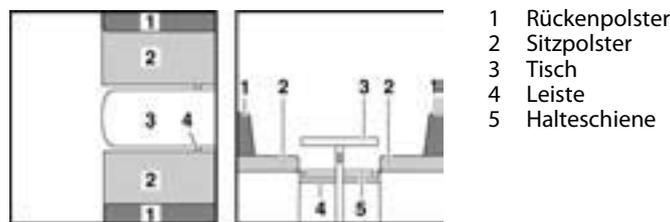

Bild 103 Vor dem Umbau
- Tisch (Bild 103,3) zum Bettunterbau umbauen (siehe Abschnitt 7.7).
- Je nach Modell die Leiste (Bild 103,4) einlegen oder nach innen ziehen. Die Leiste ist richtig positioniert, wenn sie die Tischplatte ca. 15 - 20 cm hinter dem Tischfuß abstützt.